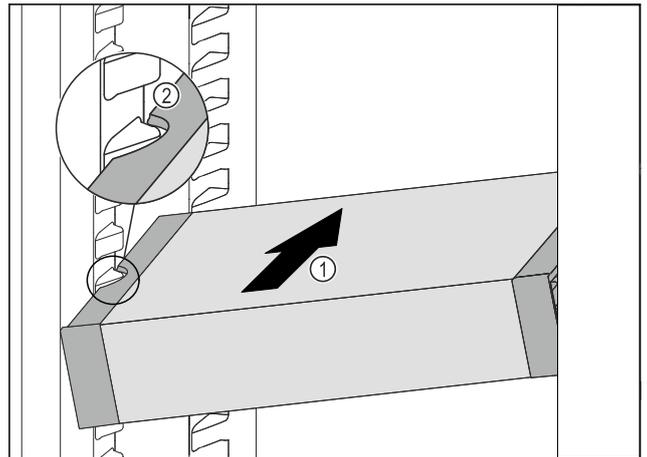

Fig. 52
- ▶ VarioSafe schräg in das Kühlteil einschieben Fig. 52 (1), bis sich die seitlichen Aussparungen Fig. 52 (2) des VarioSafes auf Höhe der Behälterrippe im Kühlteil befinden.